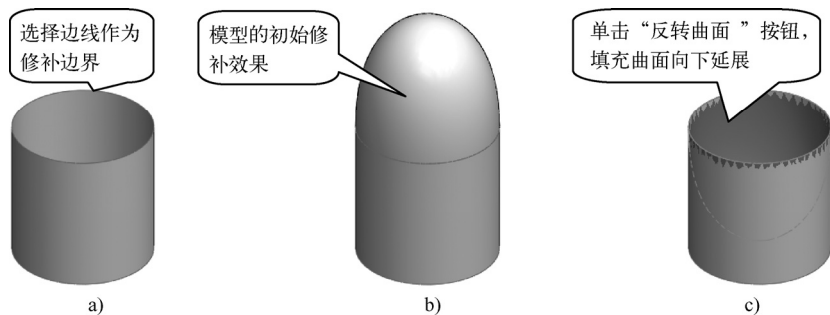

图 5-40 “反转曲面”按钮的作用
- “反转曲面”按钮：当所有边界曲线共面时，将显示此按钮，用于改变曲面修补的方向，如图 5-40 所示。